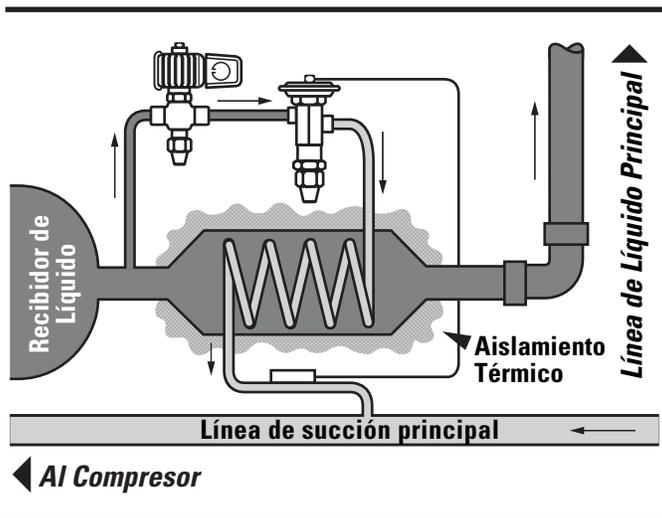

Figura 1
- Intercambiador de calor especial que usa una parte del refrigerante para enfriar el resto del líquido. Ver Figura 1.